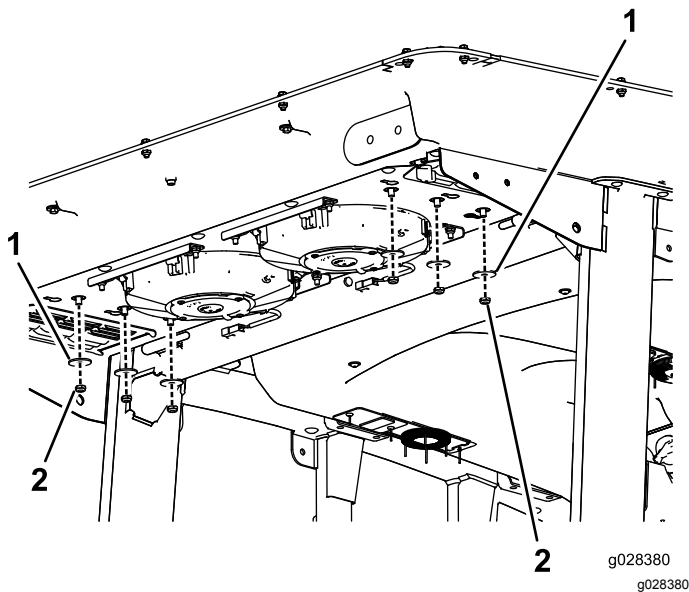

Figura 124
- Retire as seis porcas e anilhas da parte inferior da traseira da cabina (**Figura 124**).